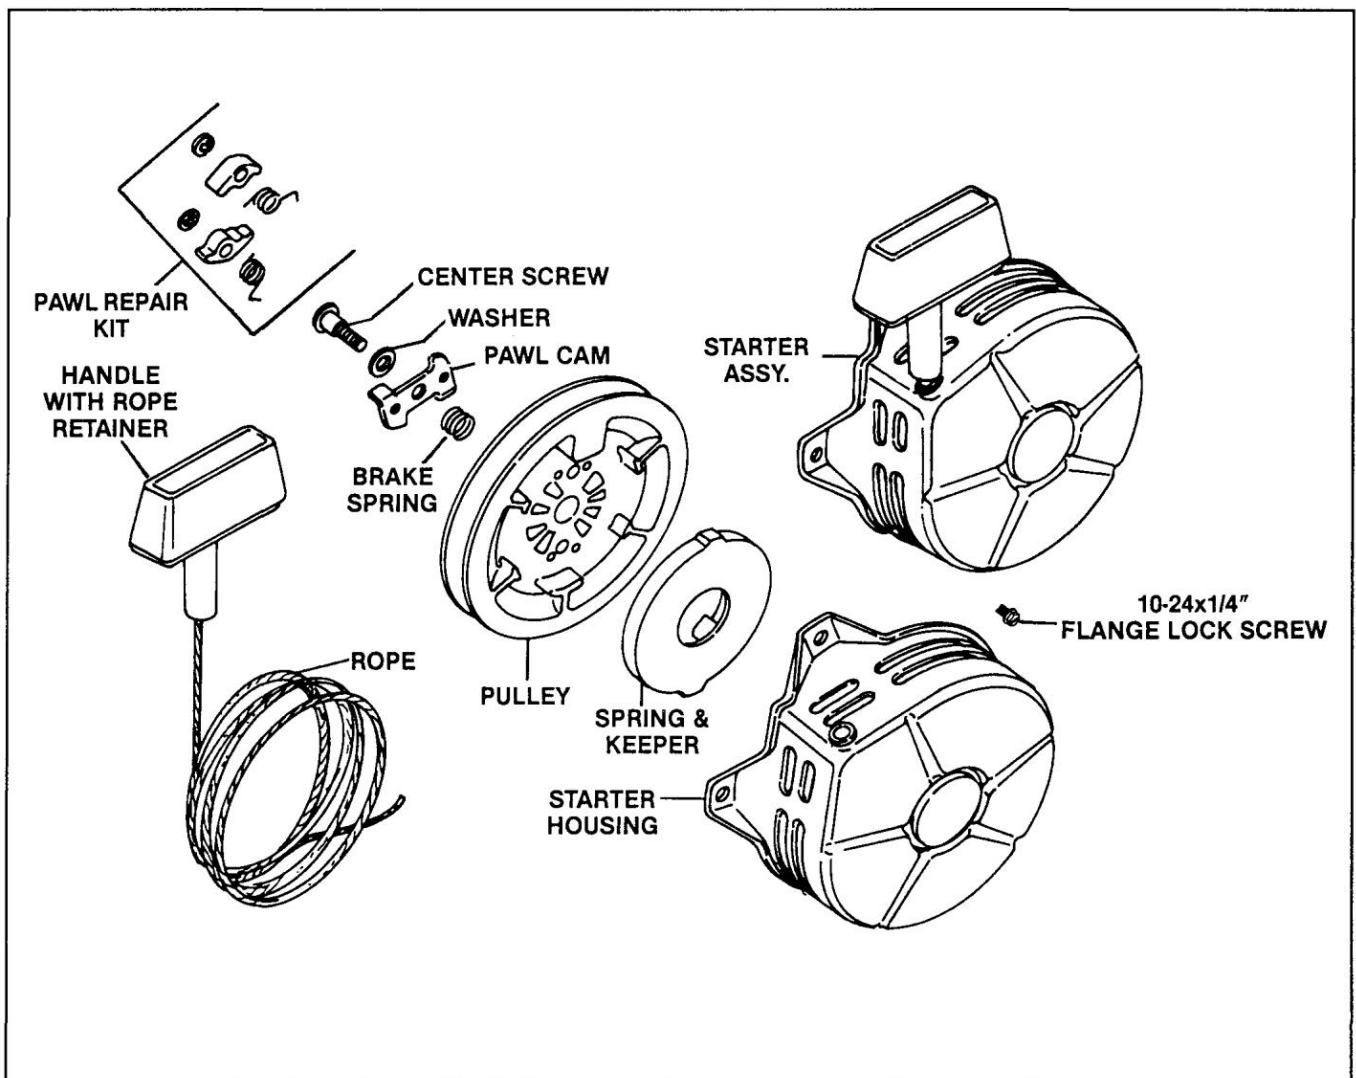

Figure 7-3. Vue éclatée.
2. Remplacez tous les composants usés ou endommagés. Utilisez uniquement des pièces de rechange d'origine Kohler spécifiées dans le manuel des pièces. Tous les composants illustrés à la Figure 7-3 sont disponibles en tant que pièces de rechange. N'utilisez pas de pièces non standard.
3. Lubrifiez légèrement le ressort de frein avec de la graisse. Installez le ressort de frein dans l'évidement de l'arbre central du boîtier du démarreur. Reportez-vous à la figure 7-3. (Assurez-vous que les filetages de l'arbre central restent propres, secs et exempts de graisse ou d'huile.)